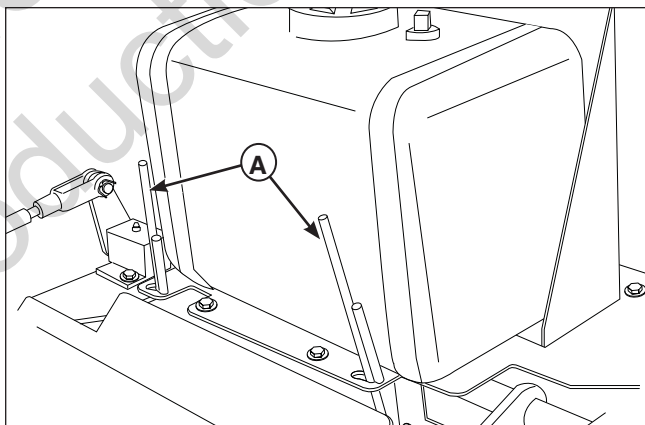

Figura 9. By-pass dell'impianto idraulico
2. Per sganciare la trasmissione (posizione a ruota libera), alzare le leve di sblocco idraulico (A, Figura 9) situate sulla parte anteriore del serbatoio di carburante. Bloccare nella posizione indicata in Figura 9.